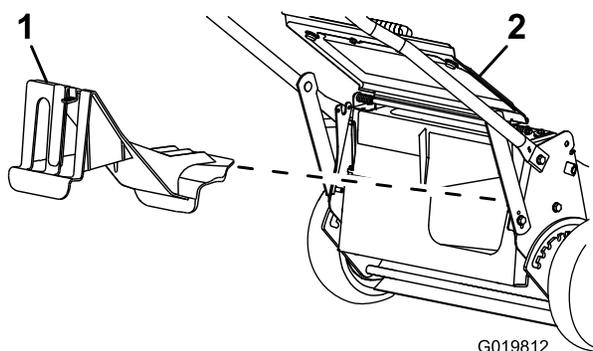

Figura 24
- Se o bujão de descarga traseira não estiver instalado, agarre-o pela pega, elevando o defletor traseiro e insira-o na calha de descarga traseira até que encaixe no sítio; consulte Figura 24.
2. Retire o bujão de descarga traseira empurrando o trinco para baixo com o polegar e retirando o bujão da máquina (Figura 24).